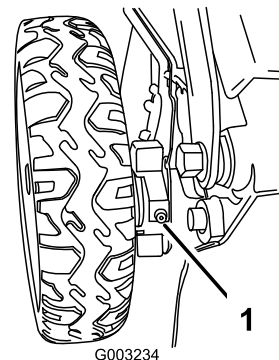

Bild 48
1. Wischen Sie die Schmiernippel innen an den Hinterrädern mit einem sauberen Lappen ab (Bild 48).